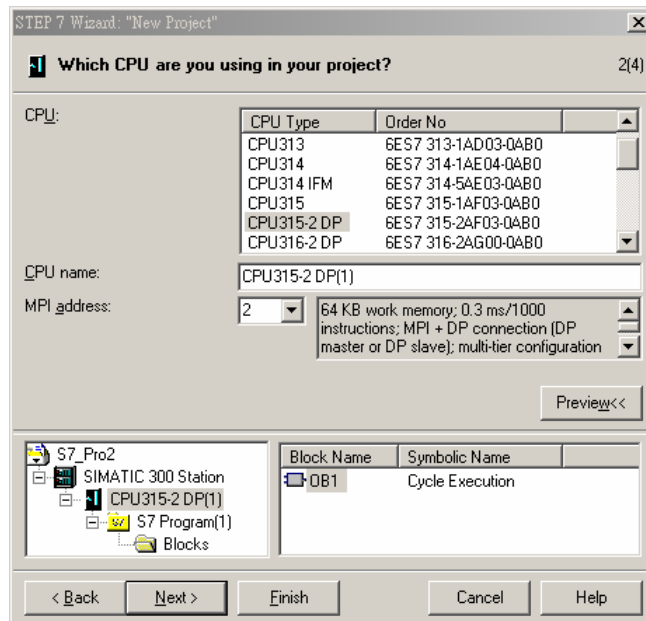

图 10-5
4. 根据使用者使用 S7-300 的型号，选择 S7-300 CPU 的类型，选择后点击『Next』按钮，如图 10-5 所示。